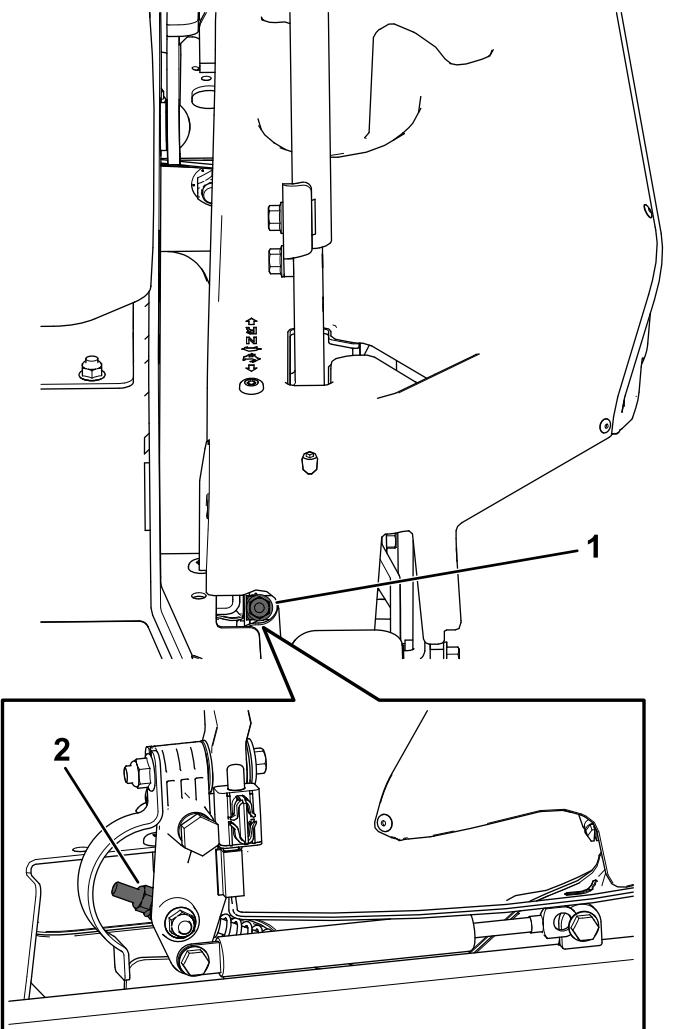

Figura 70
10. Ajuste la longitud de las varillas de control de las bombas girando la tuerca en el sentido apropiado hasta que las ruedas se muevan ligeramente en marcha atrás (Figura 70).